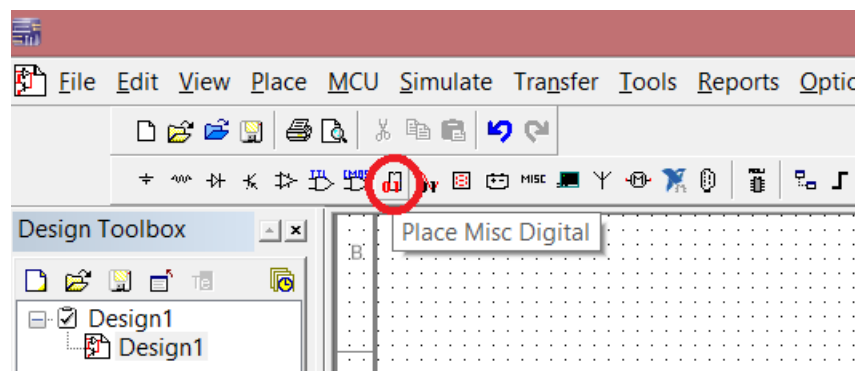

Рис. 4 – Расположение кнопки Misc. Digital
1. Нажать кнопку **Misc. Digital**. Откроется панель с соответствующими компонентами (рис. 4).